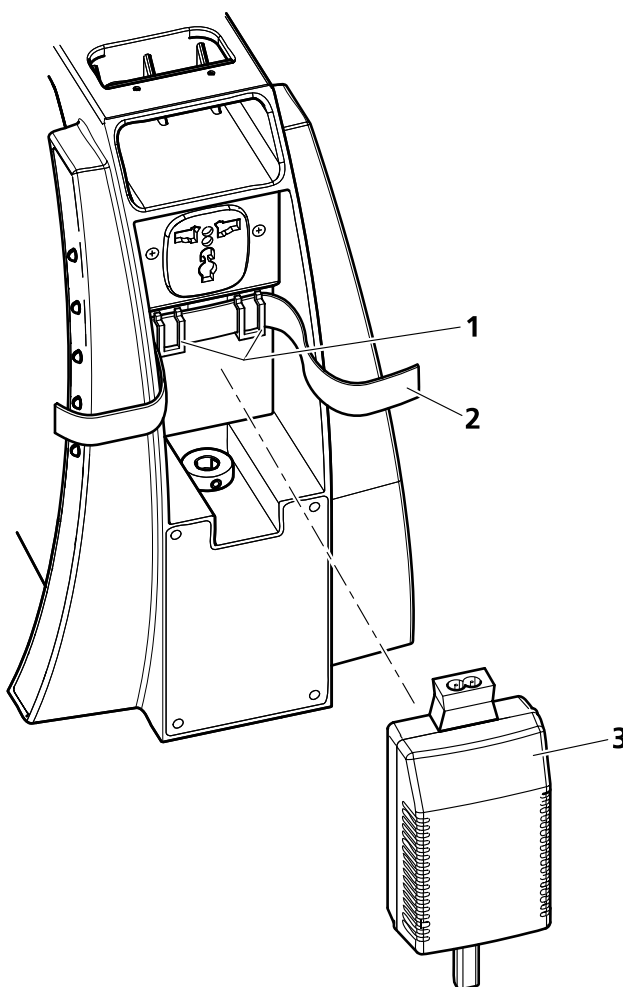

Рисунок 6 Фиксация штекерного сетевого блока с адаптером IEC на штативе
- Протянуть ленту «Velcro» (Рисунок 6/2) через накладку крючков (Рисунок 6/1).
- Приклеить крючки (Рисунок 6/1) вместе с лентой «Velcro» к выемкам, предусмотренным справа и слева в верхней части обратной стороны штатива.
- Вставить штекерный сетевой блок (Рисунок 6/3) и соединить концы ленты «Velcro».